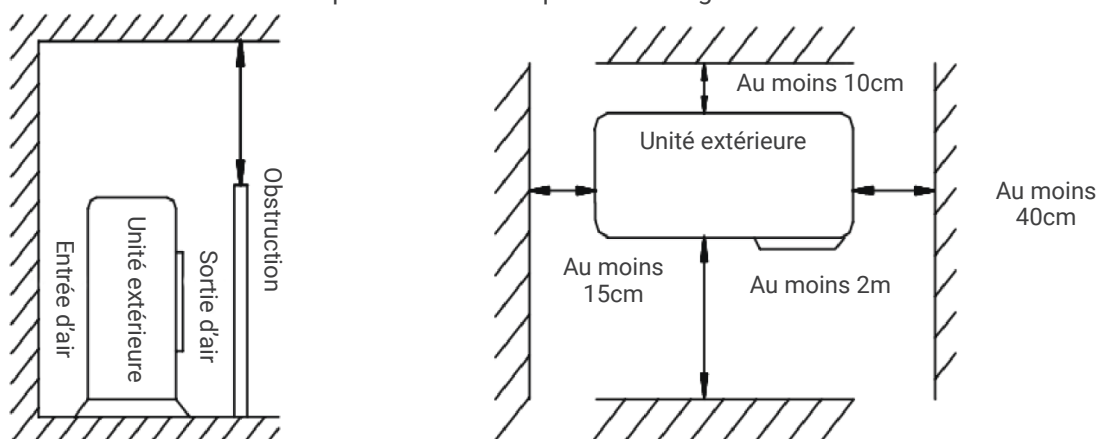

Fig.2
- La distance d'installation doit être requise comme indiqué dans la Fig. 2.